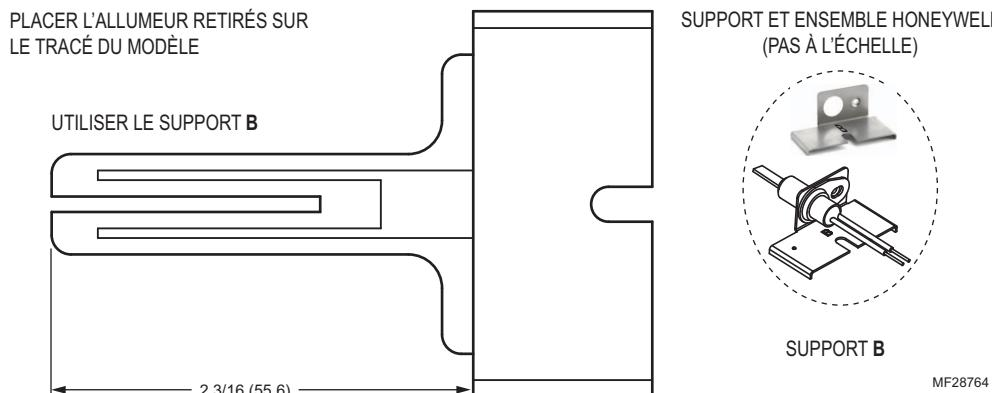
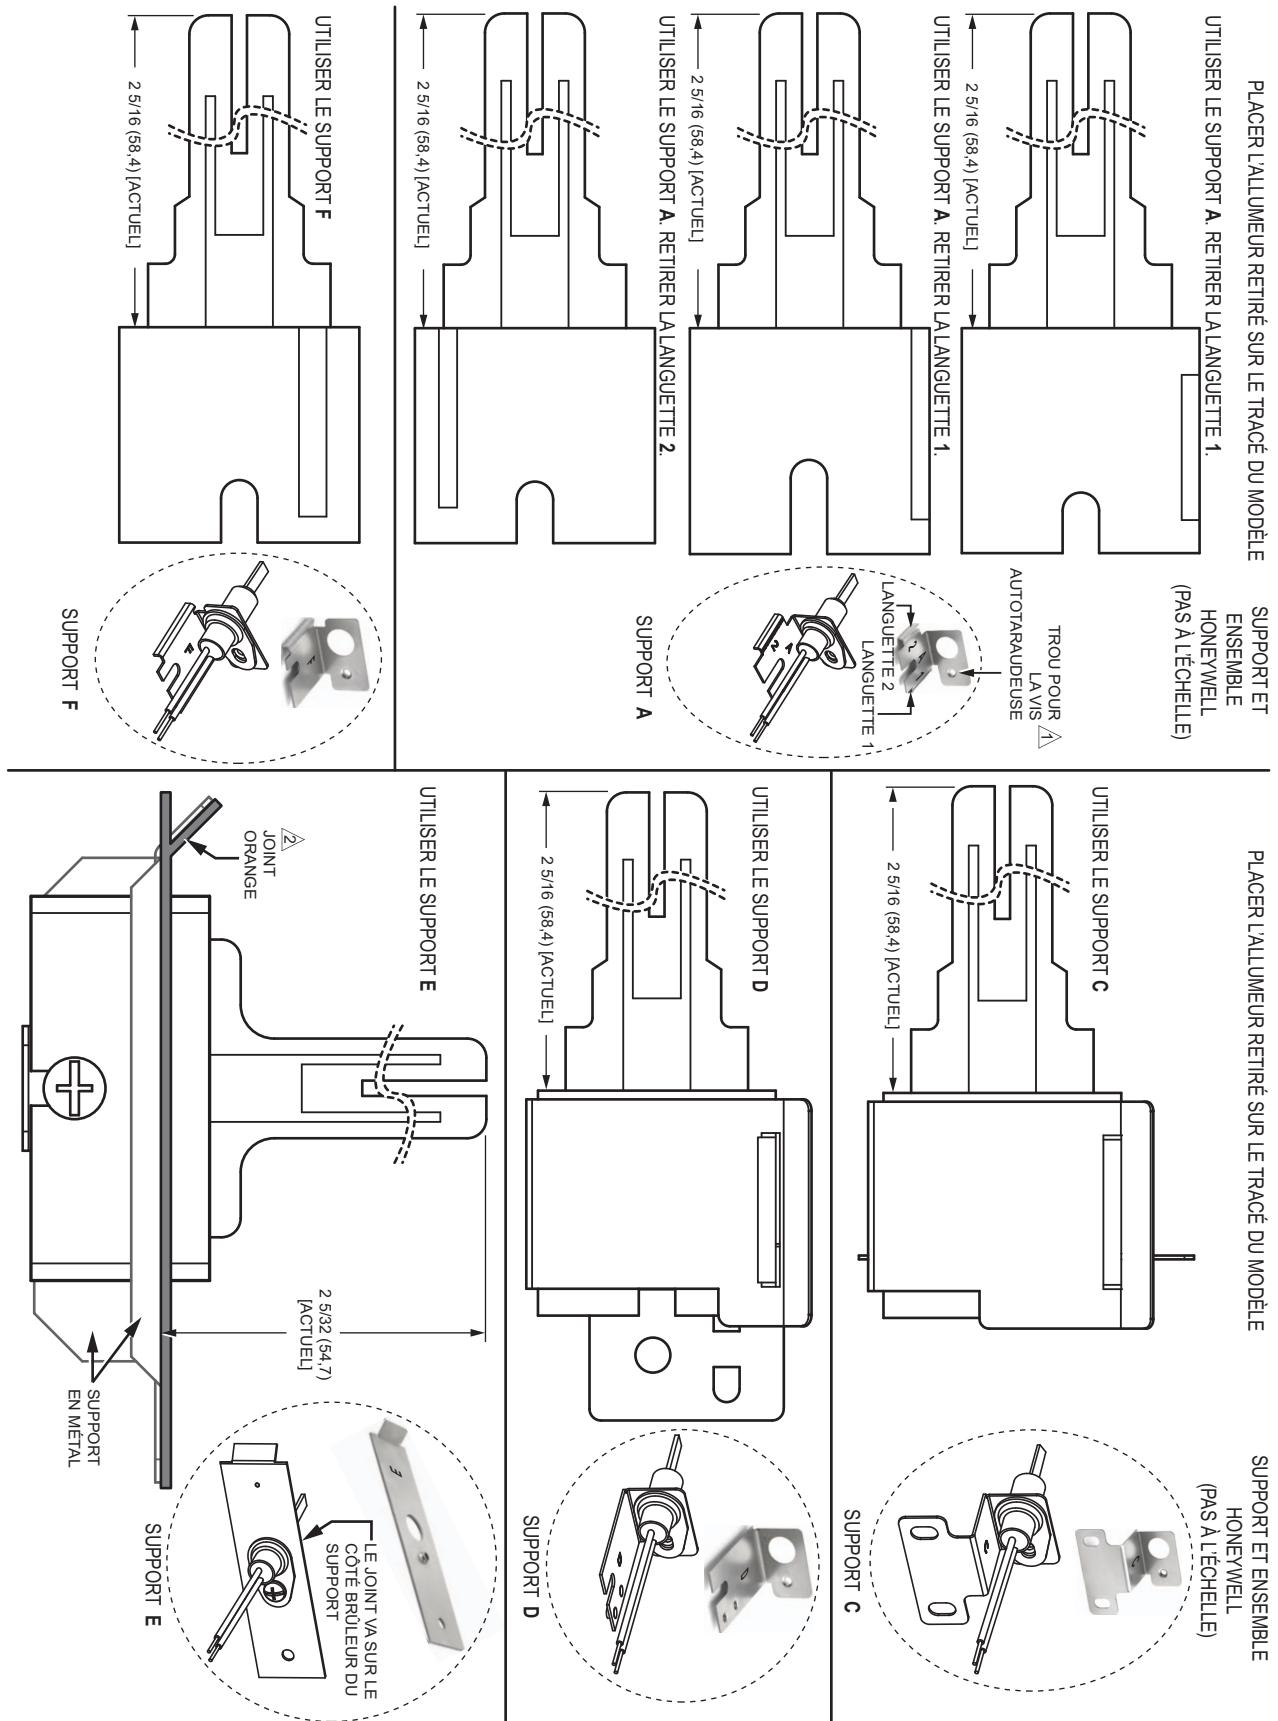

Fig. 2. Modèle de support d'allumeur B; dimensions en pouces (mm).
Fig. 3. Modèles de support d'allumeur A, C, D, E et F; dimensions en pouces (mm).
2. En utilisant les modèles de sélection de support (Fig. 2 et Fig. 3), le tableau de référence (Table 1) et l'ensemble d'allumeur d'origine, placer l'allumeur sur les modèles pour sélectionner le support à utiliser pour l'installation.
^b Pour les allumeurs nécessitant le support A, utiliser le modèle (Fig. 3 page 4) pour déterminer la languette à retirer.